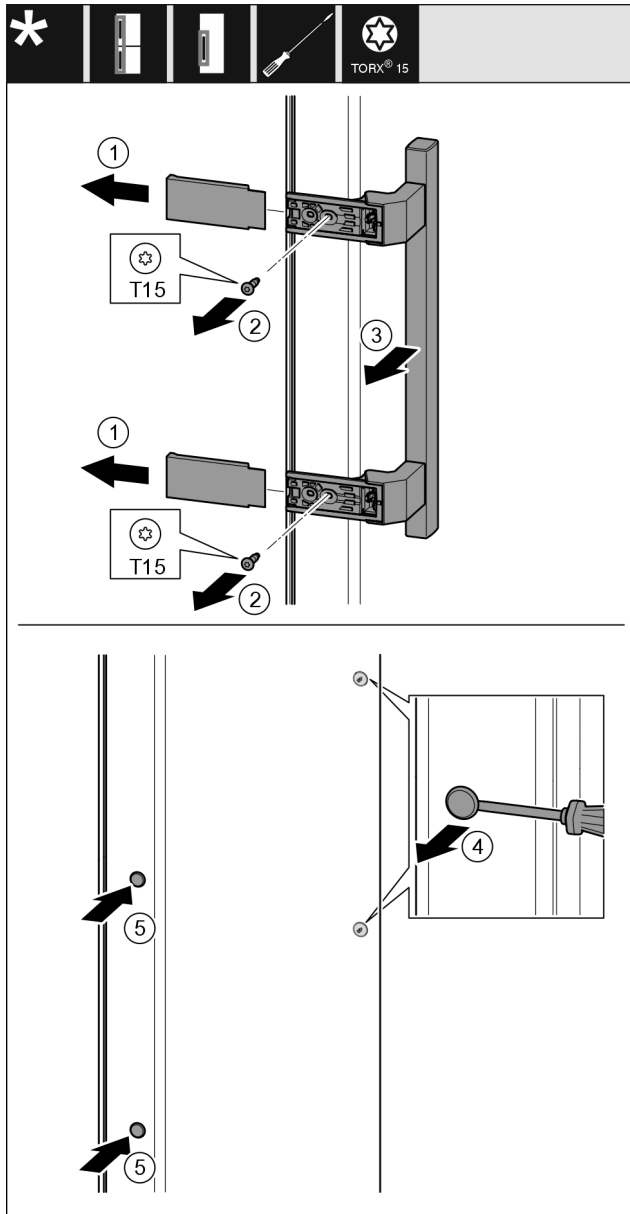

Fig. 22
- Retirer le cache Fig. 22 (1).
- Retirer les vis Fig. 22 (2) avec un tournevis.
- Retirer la poignée Fig. 22 (3).
- Soulever et retirer avec précaution le cache latéral Fig. 22 (4) avec un tournevis plat.
- Replacer le cache Fig. 22 (5) de l'autre côté.